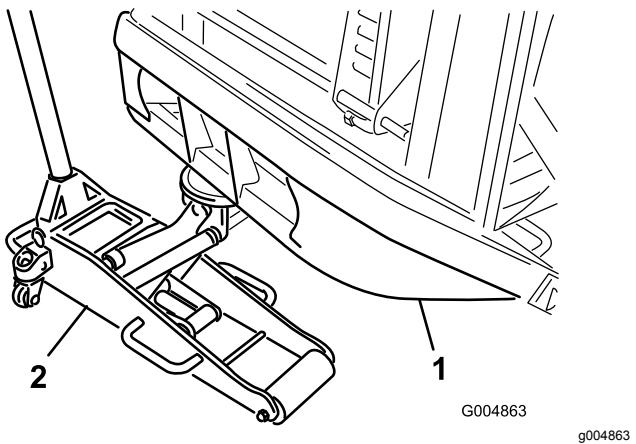

Figura 31
- Coloque um apoio de solo adequado sob o tubo do para-choques traseiro e eleve os pneus do chão (Figura 31).